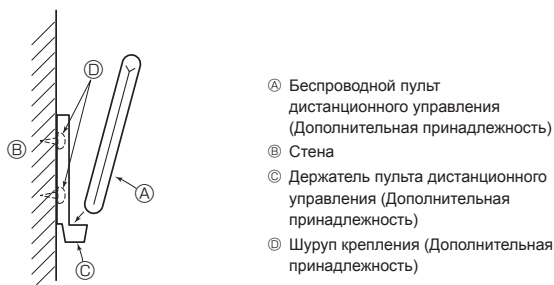

Fig. 7-5
7.3.1. Беспроводной пульт дистанционного управления (Fig. 7-5)